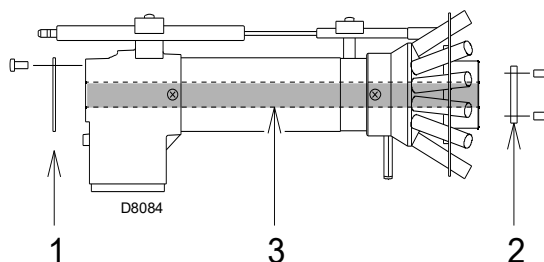

**Fig. 18**
- Tourner la vis 2)(Fig. 18) jusqu'à ce que l'encoche corresponde avec le plan avant 1) de la bride.
Pour en faciliter le réglage, desserrer la vis 6)(Fig. 18), régler puis bloquer.
- Desserrer les vis 4)(Fig. 18) et faire tourner la bague 5) jusqu'à faire correspondre l'encoche avec le repère 6).